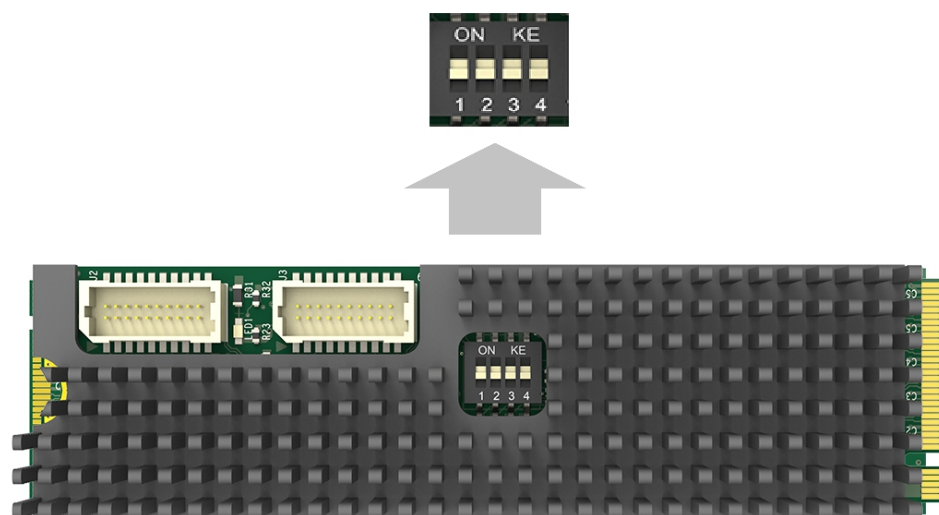

图 2. 拨码开关
5. 如果要安装多块视频采集卡，在安装卡之前，需要指定每片卡的编号，每一块采集卡上，都有一个拨号盘，如图 2。拨号盘上的编码值为 0000~1111 (十进制 0~15)，根据需要将每块卡的编号设定为不同值。设定编号后，可重复步骤 3、4 安装其他的视频采集卡。